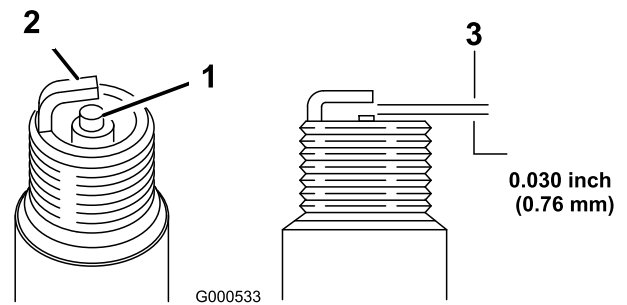

Figura 22
5. Fije el hueco entre los electrodos en 0,76 mm (Figura 22).